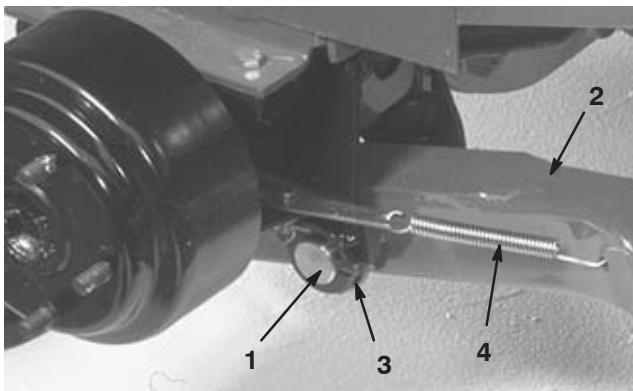

Figure 6
- Montez un bras de levage sur le support de pivot avec un axe de pivot et une goupille fendue (Fig. 6). Placez les bras de levage de sorte que les extrémités soient courbées vers l'extérieur.
- Montez l'arrière du bras de levage sur le vérin de levage avec un axe de pivot et (2) goupilles fendues (fournies avec le groupe de déplacement).
- Accrochez le ressort de rappel de frein dans le trou du bras de levage (Fig. 6).